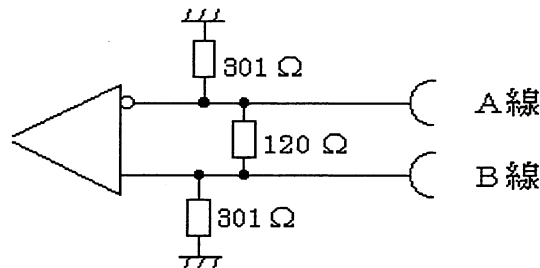

図 7.2-1
- [1] 受信回路のブロック図を図 7.2-1 に示します。本回路を使用している信号線は下記のとおりです。